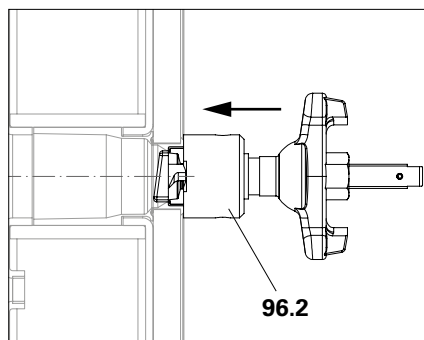

Fig. A14.04a
2. Tourner l'extracteur MX sur l'élément jusqu'à ce que la cloche d'extraction (96.2) s'appuie. (Fig. A14.04a)